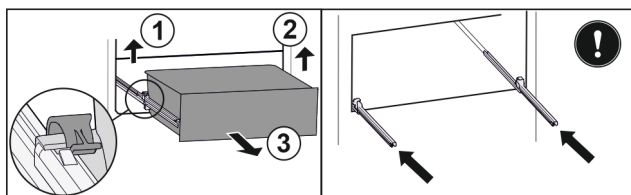

Fig. 170
- Zvedněte levou svorku a současně vytáhněte zásuvku vlevo dopředu. Fig. 170 (1)
- Zvedněte pravou svorku a současně vytáhněte zásuvku vpravo dopředu. Fig. 170 (2)
- Vyjměte zásuvku dopředu. Fig. 170 (3)